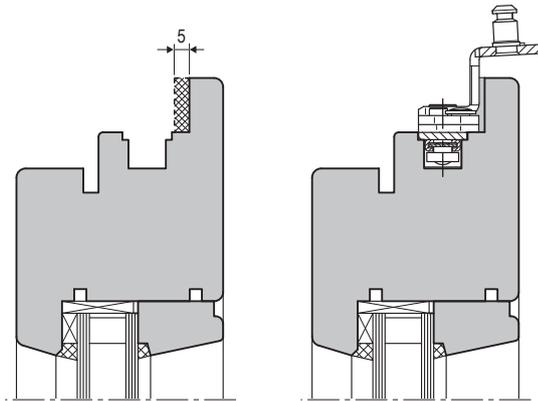
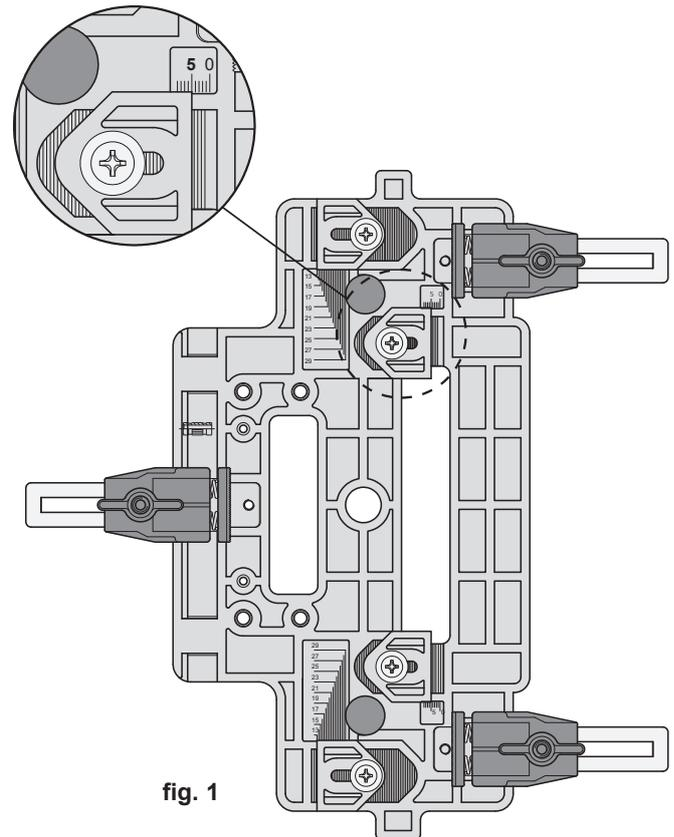

fig. 2
fig. 1
- 1) Regolare la dima art. M02030.00.01 (fig. 1) in base al tipo di battuta del serramento, considerando che l'ingombro delle articolazioni dei movimenti angolari superiori é di 5 mm dal bordo del canalino di alloggiamento ferramenta (fig. 2).